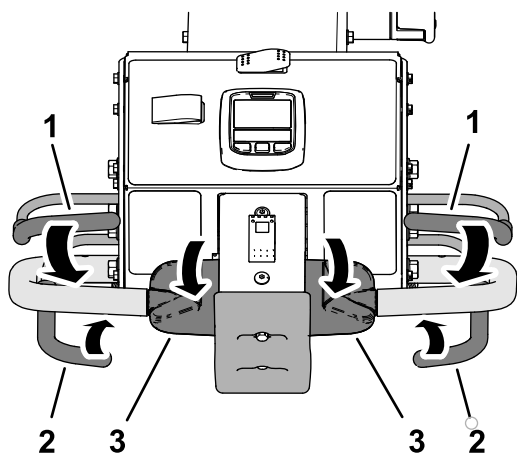

図 37
2. どちらかのおペレータバイルをハンドルバーと共に握り込み、走行コントロールの上部を前方に回転させ、エアレーションバイルを握り込む **図 37**。